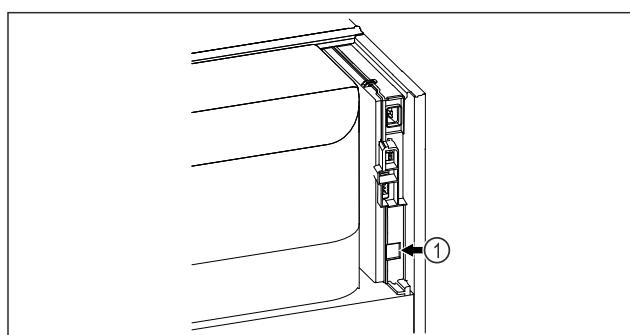

Fig. 97
- To SmartModule Fig. 97 (1) είναι τοποθετημένο.